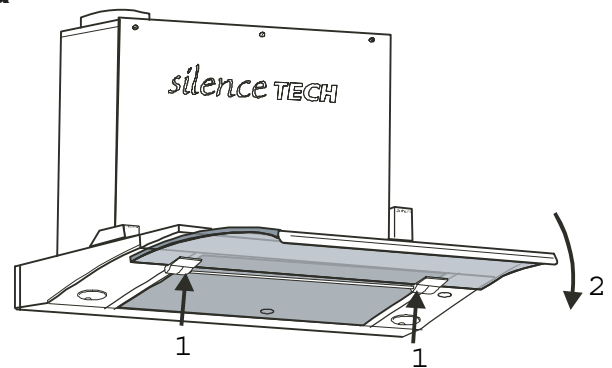

Рис. 4
- 1 Нажать на фронтальное стекло вверх, удерживая его за дальний край (в соответствии с рис. 4).